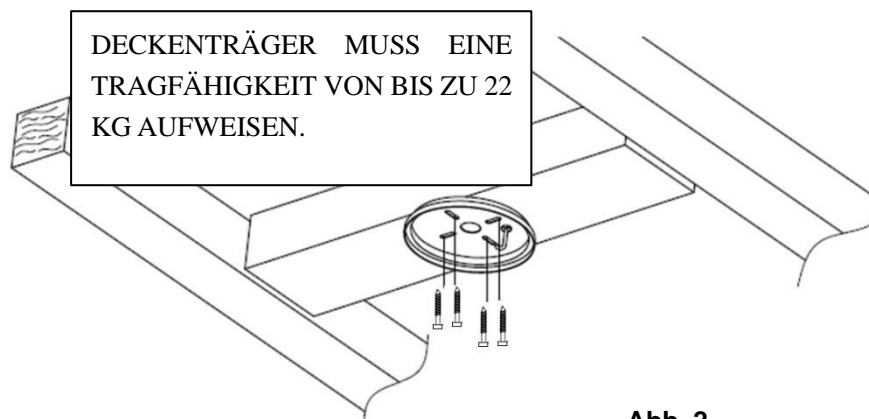

Abb. 2
- mit den 4 mitgelieferten langen Schrauben. Stellen Sie sicher, dass mindestens 30 mm der Schraube in die Halterung eingeschraubt sind. (Abb. 2)